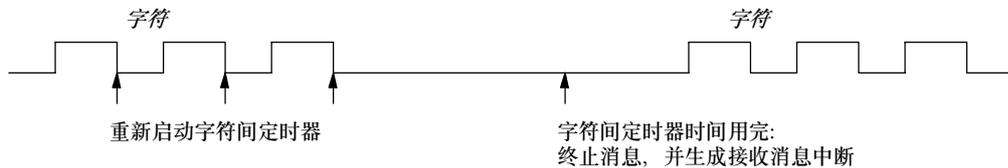

图6-12 使用字符间定时器来结束接收指令
2. **字符间定时器：**字符间时间是从一个字符的结束(停止位)到下一个字符的结束(停止位)的时间。如果两个字符之间的时间间隔(包括第二个字符)超过了SMW92或者SMW192中指定的毫秒数，接收消息功能结束。接收到每个字符后，字符间定时器重新启动。见图6-12。